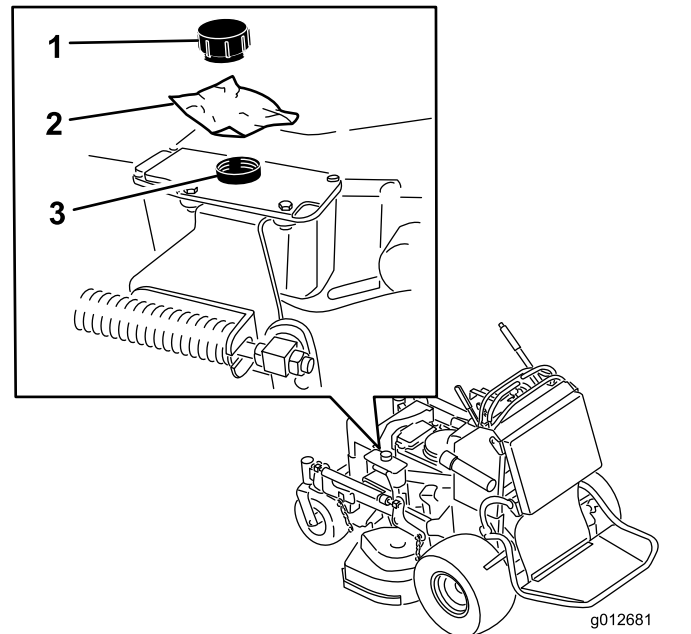

Figura 28
6. Retire el tapón del depósito de aceite hidráulico, coloque un trozo de plástico sobre el orificio y vuelva a colocar el tapón (Figura 28).
10. Retire el trozo de plástico de debajo del tapón del depósito de aceite hidráulico (Figura 28).